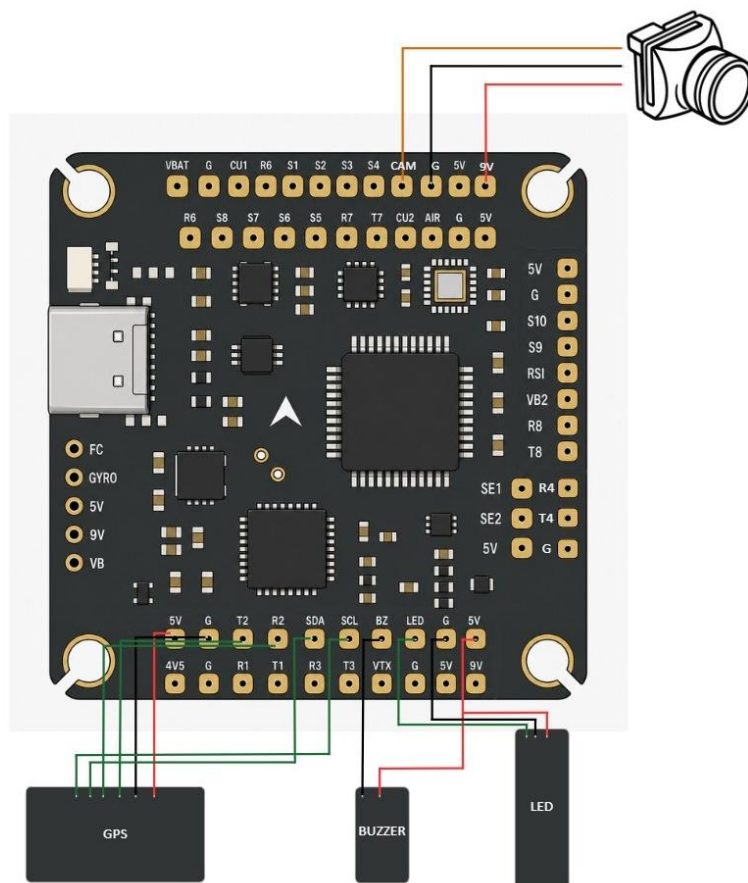

Рис.2. Схема підключення (контактні площадки)
FC має 8 портів UART. Розташування контактних площадок таке (див. рис. 2):
- UART 2 (GPS): Підключіть сюди свій модуль GPS, як показано на рис. 2. З'єднайте TX GPS з R2 та RX GPS з T2. Для живлення використовуйте контактні площадки 5V та G.
- Камера: Підключіть сигнальний дрід камери до контактної площадки CAM, землю до G, а живлення до контактної площадки 9V (див. рис. 2). Перевірте напругу живлення вашої камери, перш ніж обирати між контактними площадками 5V та 9V.